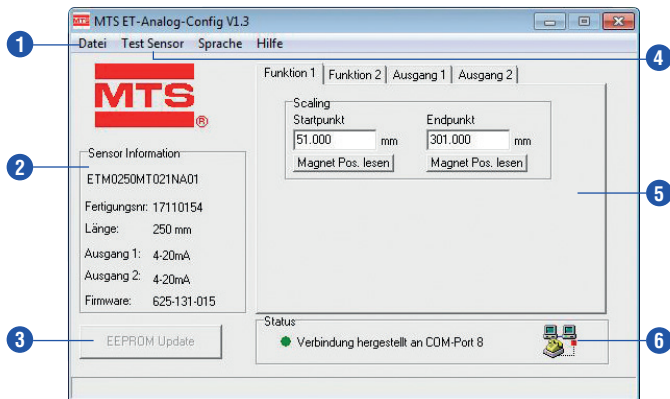

Abb. 33: MTS ET-Analog-Config V1.3, Funktion 1
Nach dem Start des Programms öffnet sich die Bedienoberfläche des angeschlossenen Sensors mit seinen einstellbaren Parametern (Abb. 33).
- 1 Unter **Datei** kann die Sensorkonfiguration auf der Rechnerfestplatte gespeichert, ausgedruckt oder in den Sensor geladen4 werden. Außerdem kann hier auch wieder zur Werkseinstellung zurückgekehrt werden (Abb. 33).
- 2 **Sensor Information** zeigt die unveränderlichen Sensorparameter, die beim Anschluss des Sensors automatisch eingelesen wurden (Abb. 33).
- 3 Eventuell durchgeführte Änderungen werden dunkel hinterlegt. Durch Anklicken von **EEPROM Update** werden die geänderten Parameter im Sensor dauerhaft gespeichert. Die übernommenen Werte werden danach am Bildschirm wieder vor weißem Hintergrund dargestellt (Abb. 33).
- 5 Über die Registerkarten im Dialogfeld können den Ausgängen des Sensors Funktionen zugeordnet werden. Der Messbereich für die Funktion wird im Feld **Scaling** festgelegt (Abb. 33).
- 6 **Status** zeigt den erfolgreichen Verbindungsaufbau zum Sensor (Abb. 33).